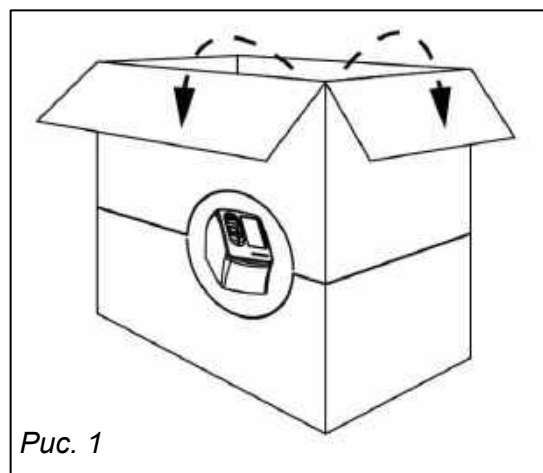

Рис. 1
- 6.1.1. Расположите коробку вертикально и откройте верхние откидные крышки (рис. 1).